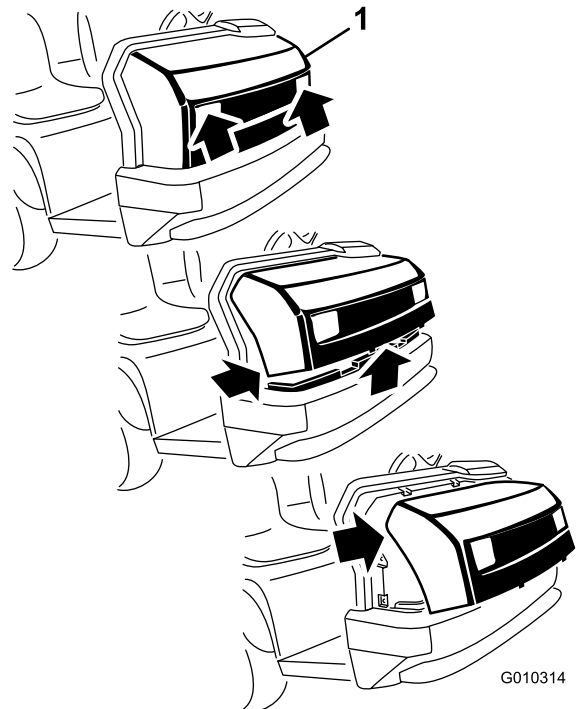

Figure 28
- Tout en tenant le capot par les ouvertures des phares, soulevez-le pour dégager les pattes de fixation inférieures des fentes du cadre (Figure 28).
de fixation supérieures des fentes du cadre (Figure 28).
3. Faites pivoter le haut du capot en avant et débranchez les connecteurs des fils des phares (Figure 28).
2. Insérez les pattes de fixation supérieures dans les fentes du cadre (Figure 28).
3. Insérez les languettes de montage inférieures dans les fentes du cadre (Figure 28).